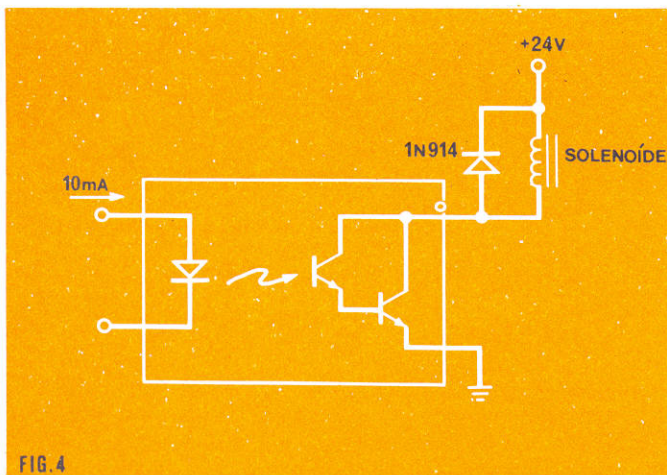

FIG. 4
A. Comando de solenóides ou relés (fig. 4):